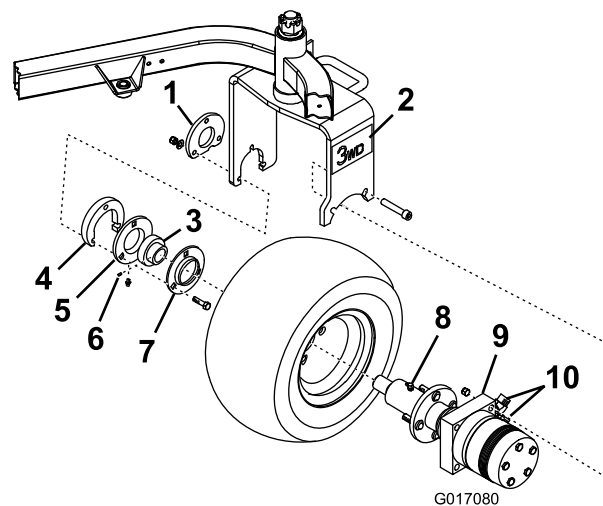

Figure 2
- Posez les 2 raccords à 45° sur le côté du moteur (Figure 2).
- Déposez le graisseur de l'ensemble moteur et moyeu (Figure 2).
- Insérez des collerettes et un roulement à l'extrémité de l'arbre du moteur comme illustré à la Figure 2.
Remarque: Veillez à orienter le moteur avec les raccords hydrauliques vers l'arrière de la machine (Figure 2).
- Fixez le moteur à l'intérieur de la fourche en serrant légèrement 2 vis à tête creuse et 2 contre-écrous (Figure 2).
Remarque: Le graisseur doit être dirigé vers le bas sur la collerette (Figure 2).
- Appelez un autocollant 3 roues motrices sur chaque côté de la fourche de roue pivotante (Figure 2).